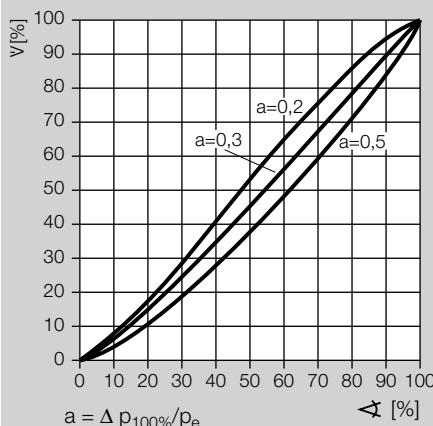

Fig. 5
Das Stellverhalten ist über den gesamten Regelbereich linear (Fig. 5).
- The regulating behaviour is linear over the entire regulating range (Fig. 5).
Диапазон регулирования линеен по всей зоне (Fig. 5).